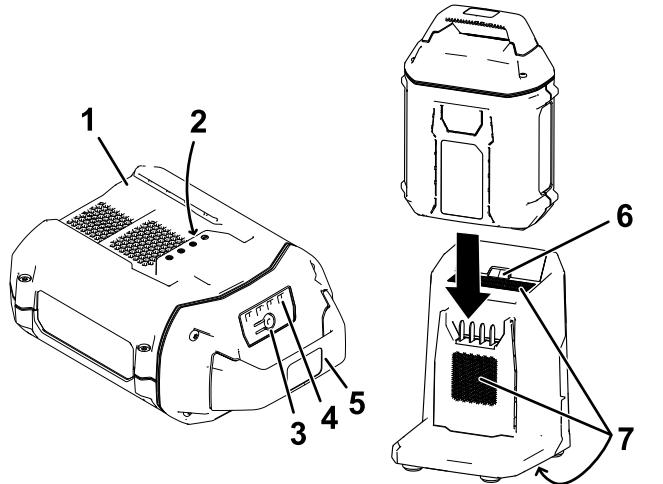

Figure 26
2. Placez le creux de la batterie (Figure 26) en face de la languette du chargeur.
3. Glissez la batterie dans le chargeur jusqu'à ce qu'elle soit complètement enclenchée (Figure 26).